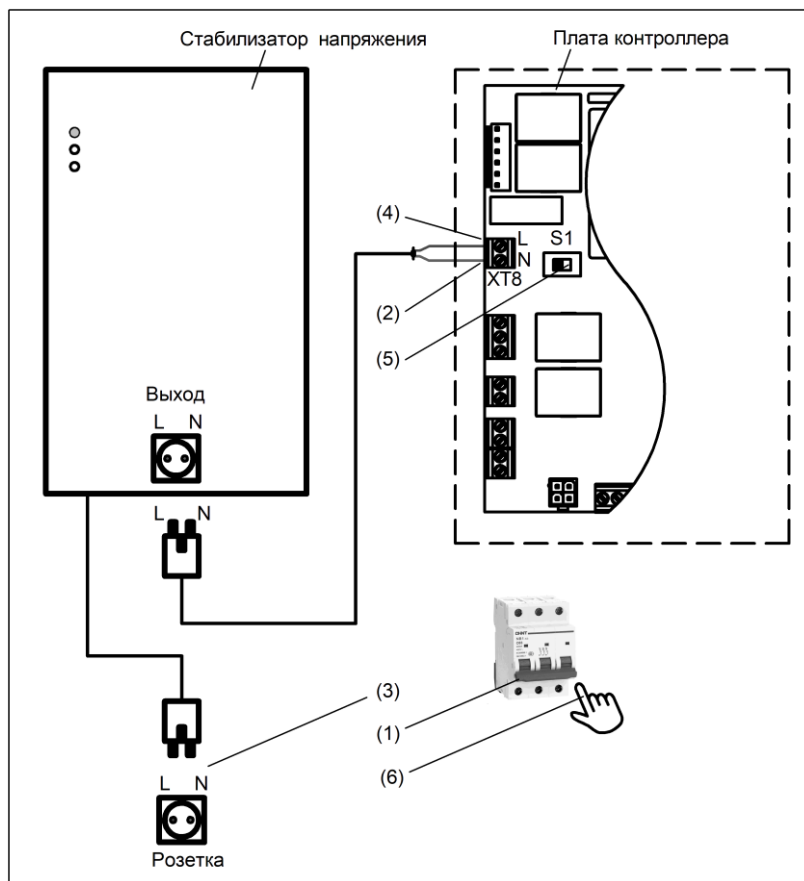

Рисунок 28. Схема подключения стабилизатора напряжения
- (1) Отключить общий автоматический выключатель.
- (2) Смонтировать переключатель фаз согласно рис. 28.
- (3) Подключить стабилизатор к сети.
- (4) Включить автоматический выключатель.
- (5) Убедиться в наличии фазы на верхнем контакте колодки **XT8** платы контроллера.
- (6) Перевести переключатель **S1** из правого положения в левое положение.